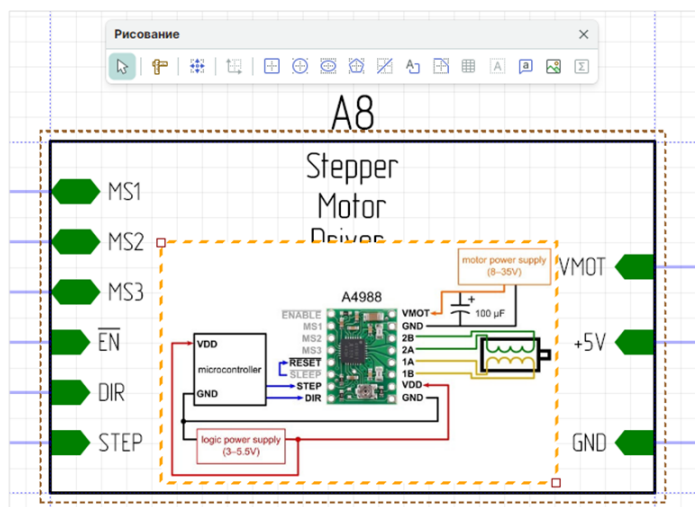

Рис. 294 Размещение рисунка
4. Размещение новых графических объектов, см. Рис. 294.